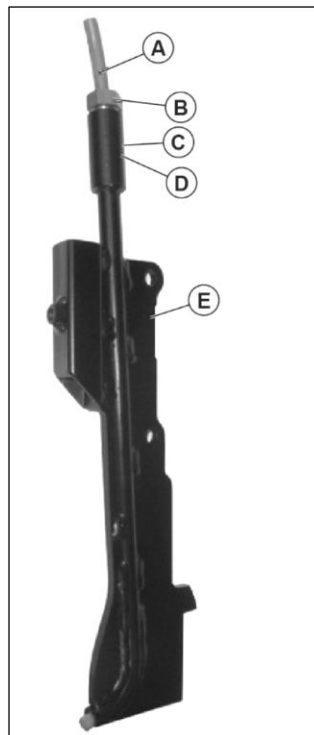

Fig.4
- Nella struttura della pinna (E).
- Vanno inseriti nell'ordine: l'anello OR (D),
- Il distanziale (C) e la boccola filettata (B).
Con la boccola leggermente allentata va infilato il tubo flessibile (A) finchè non fuoriesce dalla parte inferiore per circa 5 mm. A questo punto si procede con il serraggio della boccola filettata con ausilio di una chiave n. 17 e il conseguente bloccaggio del tubo. In Fig. 4 si può vedere l'aspetto della pinna correttamente assemblata. Si può quindi procedere al fissaggio della pinna alla struttura della macchina.